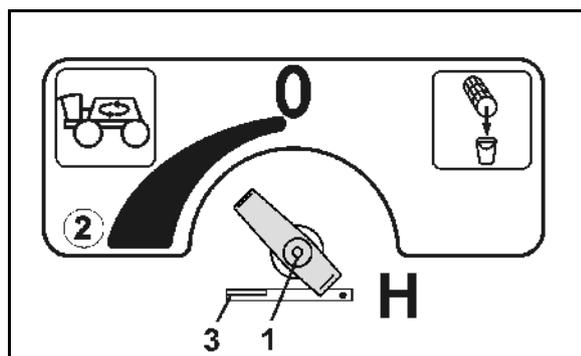

Fig. 62
- Das Zusatz-Rührwerk ist am Einstellhahn (Fig. 62/1) einzustellen.
Ausgeschaltet ist das Zusatz-Rührwerk in Einstellhahn-Position 0. Die größte Rührleistung ergibt sich in Position (Fig. 62/2).
Sicherung für Ablassfunktion des Druckfilters (Fig. 62/3).